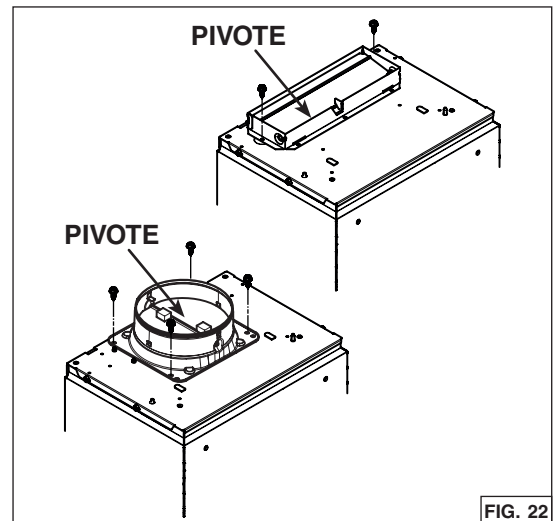

FIG. 22
9. Para un conducto rectangular, use 2 tornillos para metales no. 8-18 x 1/4 pulg. (incluidos) para fijar el adaptador/compuerta de 3¼ pulg. x 10 pulg. (incluido) en la parte superior del aparato, sobre el orificio de salida del ventilador (FIG. 22).